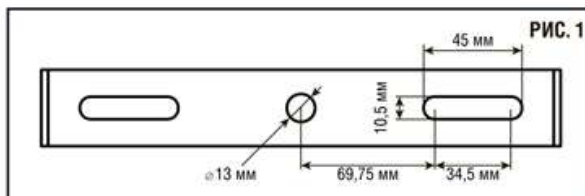

РИС. 1
1. Необходимо прочно закрепить кронштейн светильника на поверхности при помощи минимум двух анкерных болтов М8 или М10. Расстояния монтажных отверстий кронштейна указаны на рис. 1.